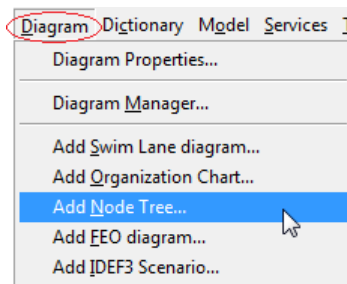

Рисунок 4.1 – Выбор пункта **Add Node Tree...** в меню **Diagram**
- 1 Для создания диаграммы дерева узлов в меню **Diagram** нужно выбрать пункт **Add Node Tree...** (рисунок 4.1).